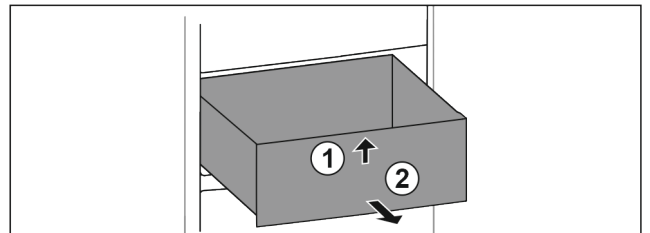

Fig. 99
- ▶ Lade aan de voorkant optillen. Fig. 99 (1)
- ▶ Lade naar voren toe verwijderen. Fig. 99 (2)